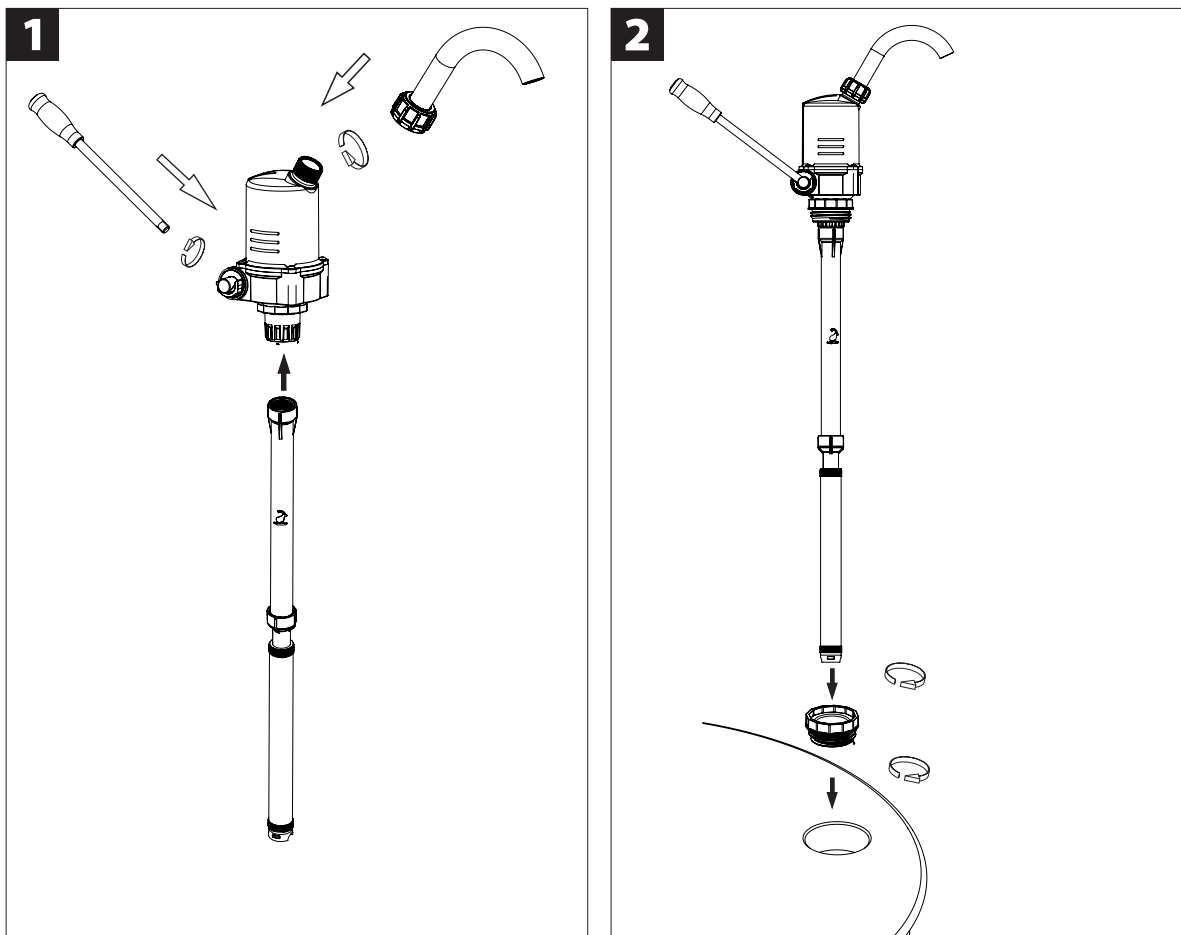

Abb. 5.-1 Montagebeispiel
- Teleskop-Saugrohr an der Pumpe montieren. Siehe Abb. 5.-1 (1)
- Auslaufbogen mit Überwurfmutter an Pumpe montieren. Siehe Abb. 5.-1 (1)
- Pumpenhebel einschrauben. Siehe Abb. 5.-1 (1)
- Fassverschraubung ins Fass schrauben, handfest anziehen. Siehe Abb. 5.-1 (2)
- Pumpe auf die gewünschte Position ausrichten und nach unten drücken. Siehe Abb. 5.-1 (2)